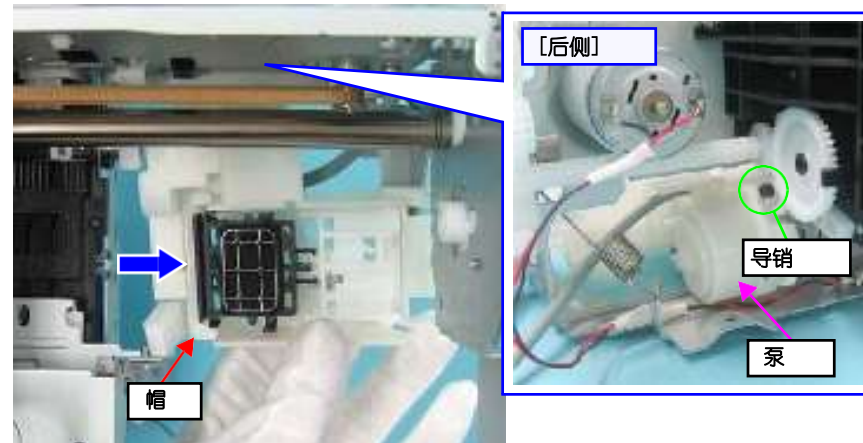

图1-69 拆卸墨水系统 (2)
- 将墨水系统的定位孔插入ASF单元的导销上，如图1-69所示。